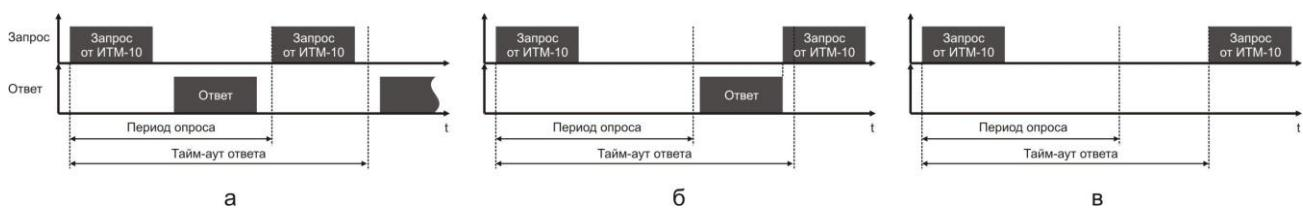

Рисунок 7.2 - Временные диаграммы приема-передачи данных ИМТ-10 в режиме MASTER
- В параметрах 05, 06 задаются период опроса и тайм-аут ответа соответственно. Период опроса задается в пределах 10-10000мс. При нормальной работе за время этого периода прибор должен успеть передать запрос и принять ответ (рис.7.2.а). По истечении времени периода идет следующий запрос. Таким образом, каждый период ИТМ-10 будет получать данные от запрашиваемого прибора. Если же за время периода опроса ответ не приходит, посылка следующего запроса ожидается до истечения времени тайм-аута ответа. Если ответ придет до окончания тайм-аута, то сразу после его получения будет отправлен следующий запрос (рис.7.2.б). Если ответа не будет до окончания таймаута, тогда будет следующий запрос (7.2.в), и при этом светодиод ИНТ будет гореть до момента получения ответа. После пяти тайм-аутов с неполученным ответом на дисплее будет выведено сообщение об ошибке: